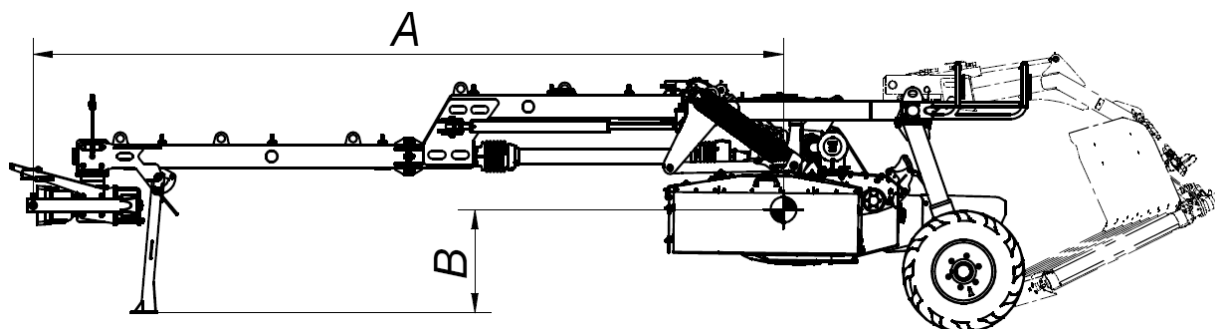

Рис. 5. Расположение центра тяжести
- во время монтажа стропов, цепей, держателей и т.п. надо всегда помнить о центре тяжести машины, (Рис. 5),